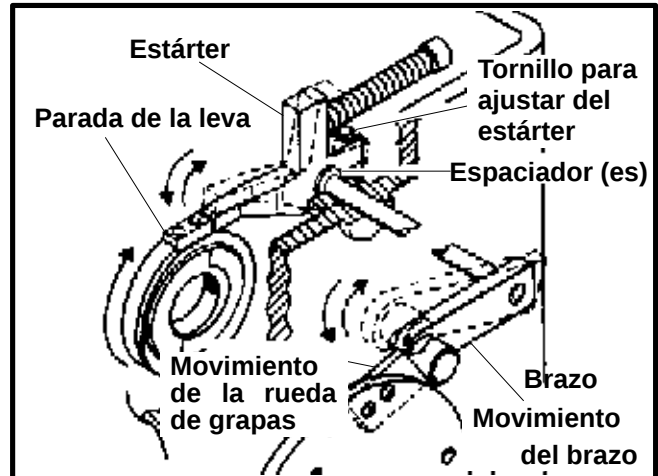

Figura 21
5. Después que todos los ajustes hayan sido realizados, apriete de nuevo el tornillo en el estárter (Vea la Figura 21) y ponga a rodar el pedal por varios ciclos. Determine si el pedal y el sistema de frenos están funcionando correctamente, si no es así, se requerirán ajustes adicionales.